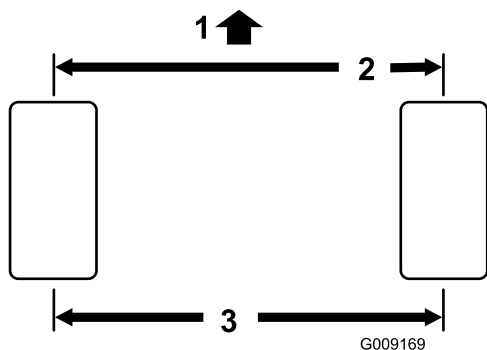

Figura 72
1. Meça a distância de centro a centro (à altura do eixo) na zona dianteira e traseira dos pneus da direção. A medição dianteira deve ser 3 mm inferior à medição traseira (Figura 72).